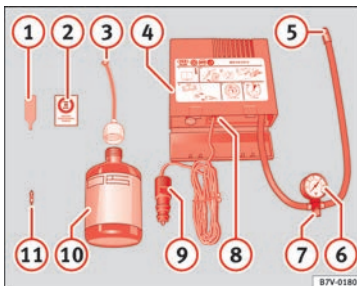

Fig. 79 Rappresentazione standard: contenuto del kit per la riparazione degli pneumatici.
Il kit per la riparazione degli pneumatici si trova nel sottofondo del bagagliaio. Include i seguenti componenti »» **fig. 79**:
Riavvitare il tubo di gonfiaggio »» **fig. 79** ⑤ e controllare la pressione sul manometro ⑥.